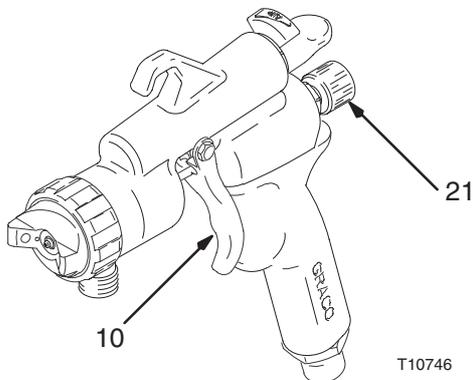

Fig. 2
1. Para obtener el máximo caudal, gire el mando de ajuste del líquido (21) en sentido antihorario hasta que el gatillo (10) se mueva libremente. Vea la Fig. 2.